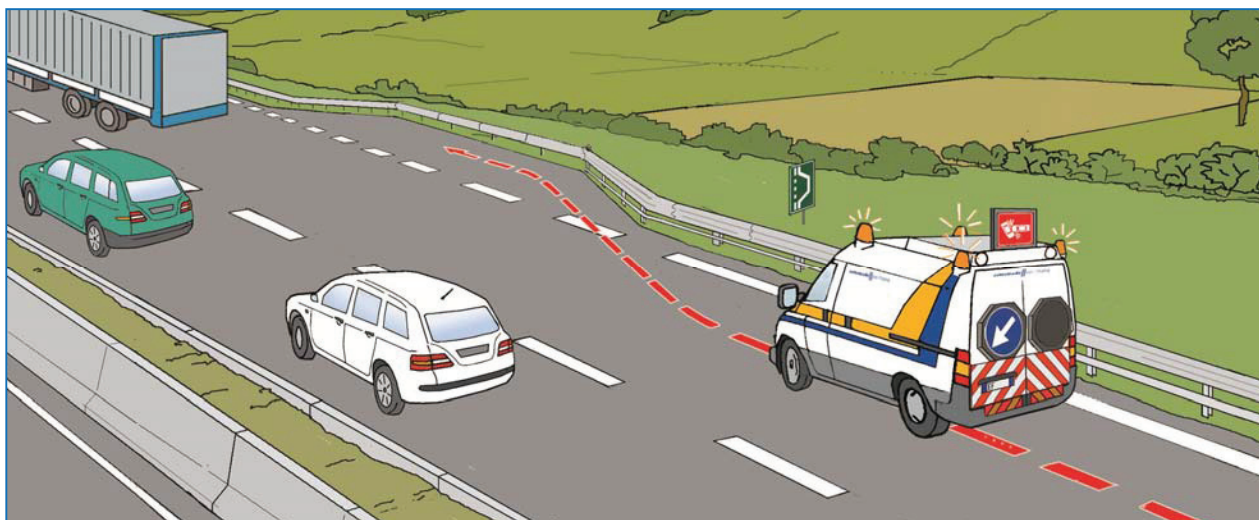

Fig. 14
- accendere l'indicatore di direzione obbligatoria sx, rallentare e, una volta raggiunta la velocità di circa 50 km/h, attivare il PMV sollevabile inserendo il mezzo nella piazzola o nello spazio precedentemente individuato (fig.14)